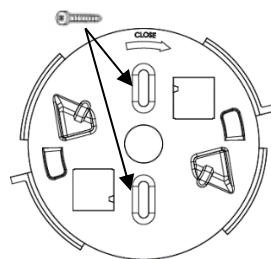

Figura 8
3. Usare la staffa come dima e segnare i punti di fissaggio, fissare la staffa sulla superficie di installazione (vedere Figura 8).